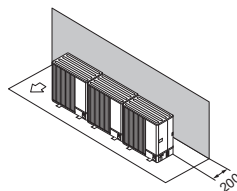

Fig. 2-15
- (1) Obstrução ou superfície fechada apenas na parte de trás (Fig. 2-15)